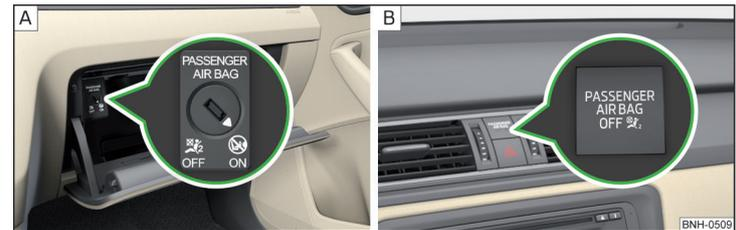

Fig. 12 Conmutador de llave para el airbag lateral del acompañante/Testigo para el airbag delantero del acompañante
El airbag frontal del acompañante se puede desconectar con el conmutador de llave » fig. 12 de la pág. 19 - [\[A\]](#).
Posiciones del conmutador de llave » fig. 12 - [\[A\]](#)
- Gire con la llave del vehículo cuidadosamente la ranura del conmutador de llave a la posición » fig. 12 - [A] OFF.
- Compruebe si, tras conectar el encendido, se enciende el testigo OFF debajo del rótulo  PASSENGER AIR - BAG » fig. 12 - [B].
- Gire con la llave del vehículo cuidadosamente la ranura del conmutador de llave a la posición » fig. 12 - [A] ON.
- Compruebe si, tras conectar el encendido, no se enciende el testigo OFF  bajo el rótulo PASSENGER AIR BAG » fig. 12 - [B].